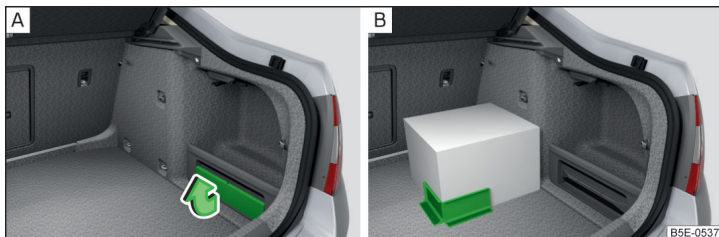

Fig. 123 Retirer l'élément Cargo / exemple de fixation de charge à l'aide de l'élément Cargo
- Enlevez l'élément Cargo (une partie du couvercle du compartiment) dans le sens de la flèche » fig. 123 - **A**.
- Fixez l'élément Cargo avec fermeture velcro sur le sol du coffre » fig. 123 - **B** ou du côté en tissu du revêtement de sol double.